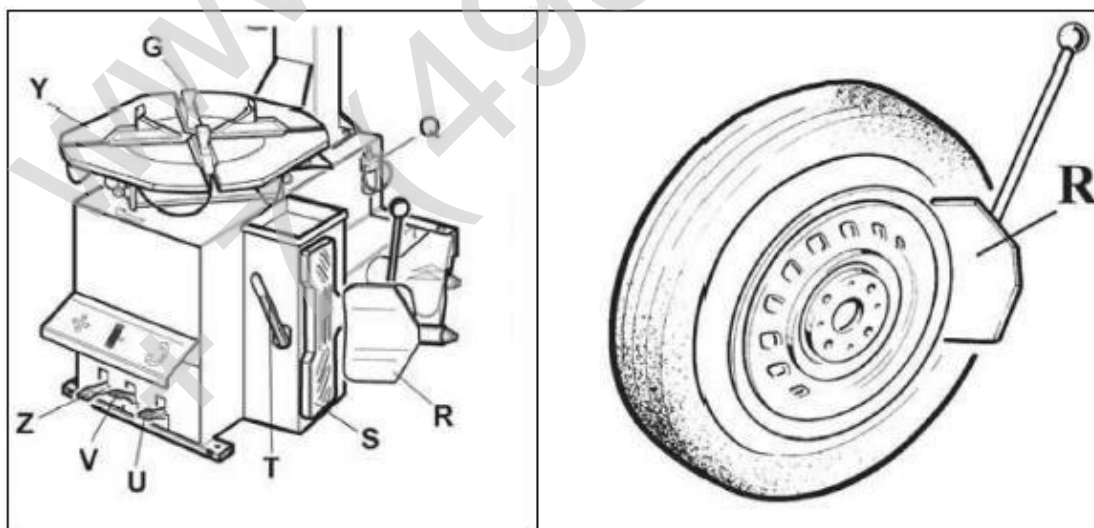

Рисунок 8
- Установите колесо на резиновый упор (S) (Рис.8) боковины стенда.
- Приблизьте отжимную лопатку к борту шины на расстоянии 1 см от закраины диска (Рис.8). Следите за тем, чтобы лопатка опиралась на покрышку, а не на диск.
- Нажимая педаль (U), приведите в действие отжимную лопатку и спрессуйте борт шины с посадочной полки диска. При отрыве борта отпускайте педаль.